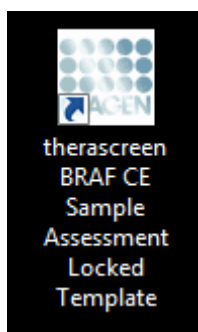

Bild 2. Ikonen "*therascreen* BRAF CE Sample Assessment Locked Template".
9. Starta programmet Rotor-Gene Q genom att dubbelklicka på ikonen "*therascreen* BRAF CE Sample Assessment Locked Template" på skrivbordet till den bärbara dator som är ansluten till instrumentet Rotor-Gene Q MDx (se bild 2).